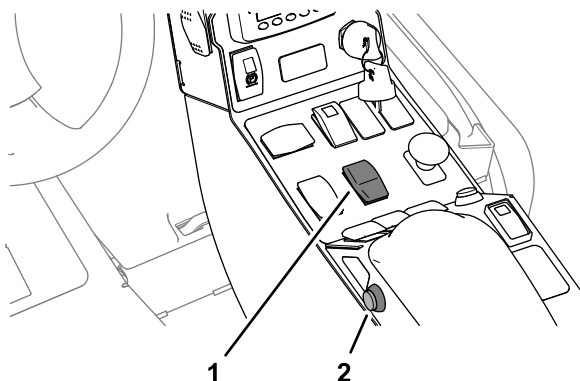

Figure 23
2. Placez le sélecteur de gamme à la position L (gamme basse) (Figure 23)
3. Appuyez de manière prolongée sur l'interrupteur instantané (Figure 23).